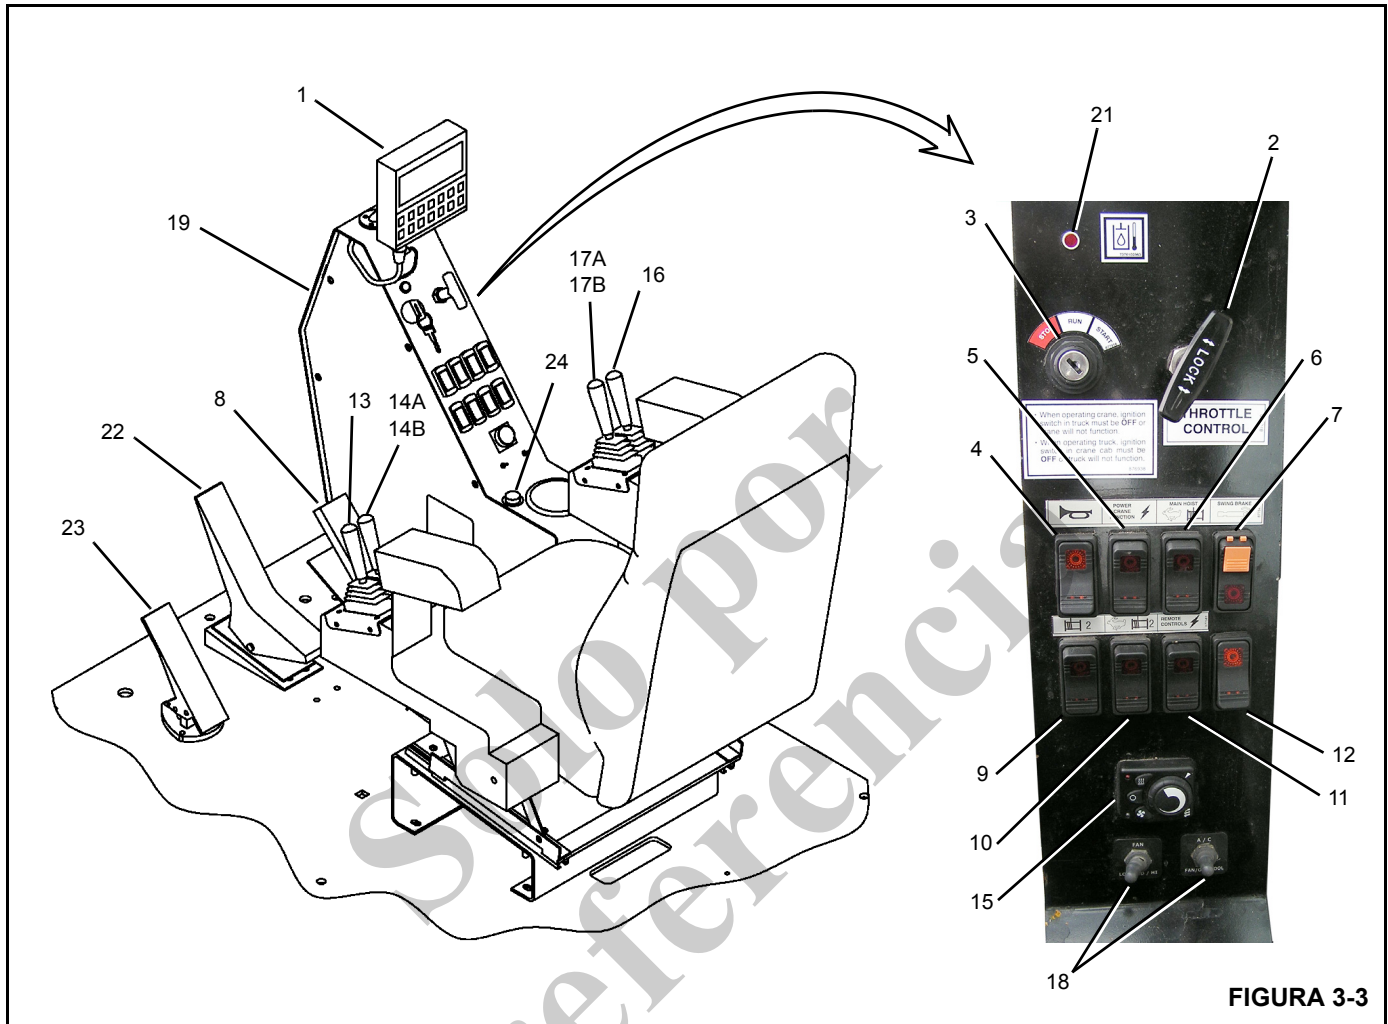

FIGURA 3-3
El indicador de nivel secundario opcional se encuentra en la cabina de la grúa (24) (Figura 3-3) y se instala cuando se adquiere el control de estabilizadores portátil opcional para la cabina de la grúa.
Los controles de la grúa se encuentran en la cabina de la grúa y se usan para accionar todas las funciones de la grúa. Vea la Figura 3-3 para la identificación de los números de los artículos en la cabina de la grúa. Para obtener la mejor respuesta de los controles, haga funcionar el motor a la aceleración gobernada cuando se usa la grúa.
Los controles de climatización (15, 18) (Figura 3-3) de la cabina se usan para ajustar el calefactor y el acondicionador de aire para mayor comodidad del operador.